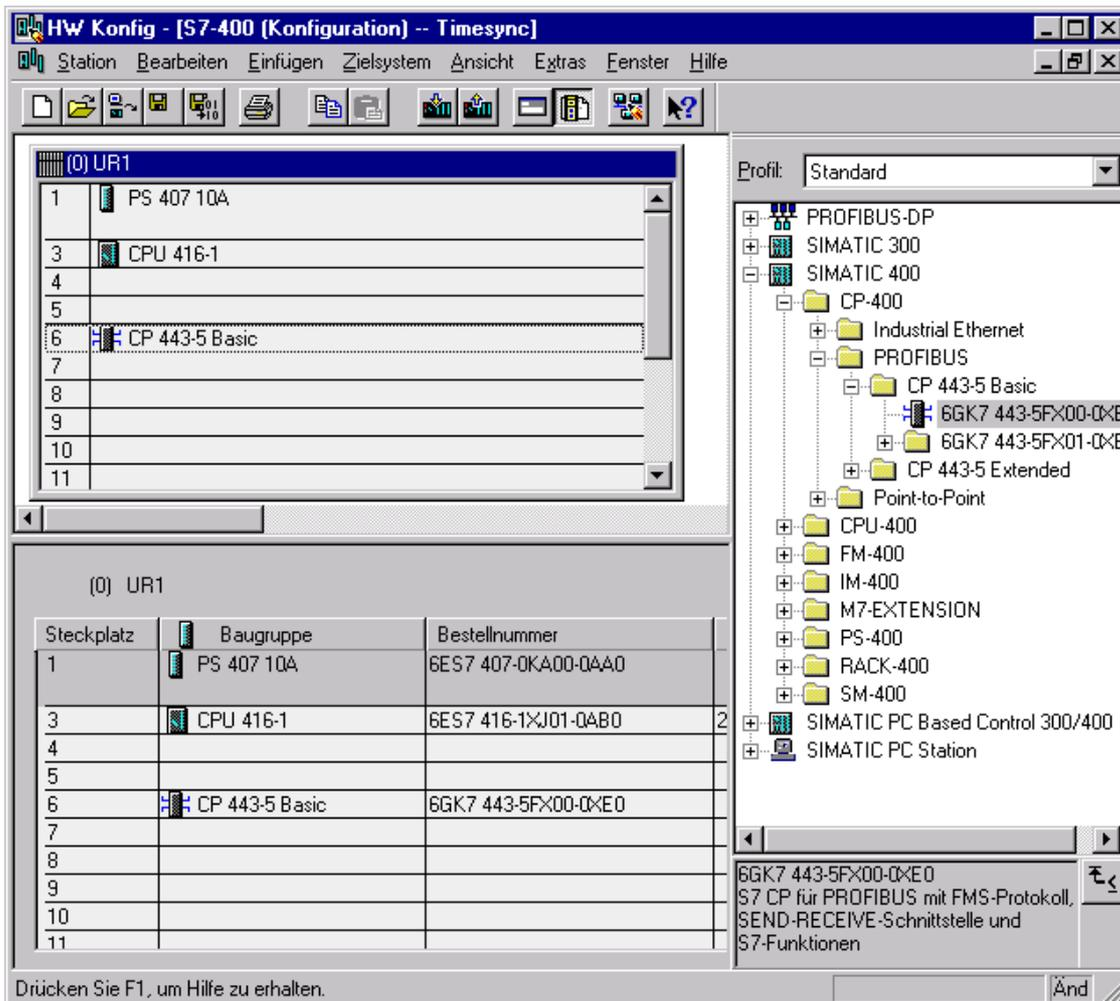

Bild 7-13 Hardwarebestückung der S7-400 Station
1. Wählen Sie die unten aufgeführten Komponenten aus und bestücken Sie sie wie im Bild 7-13 dargestellt.